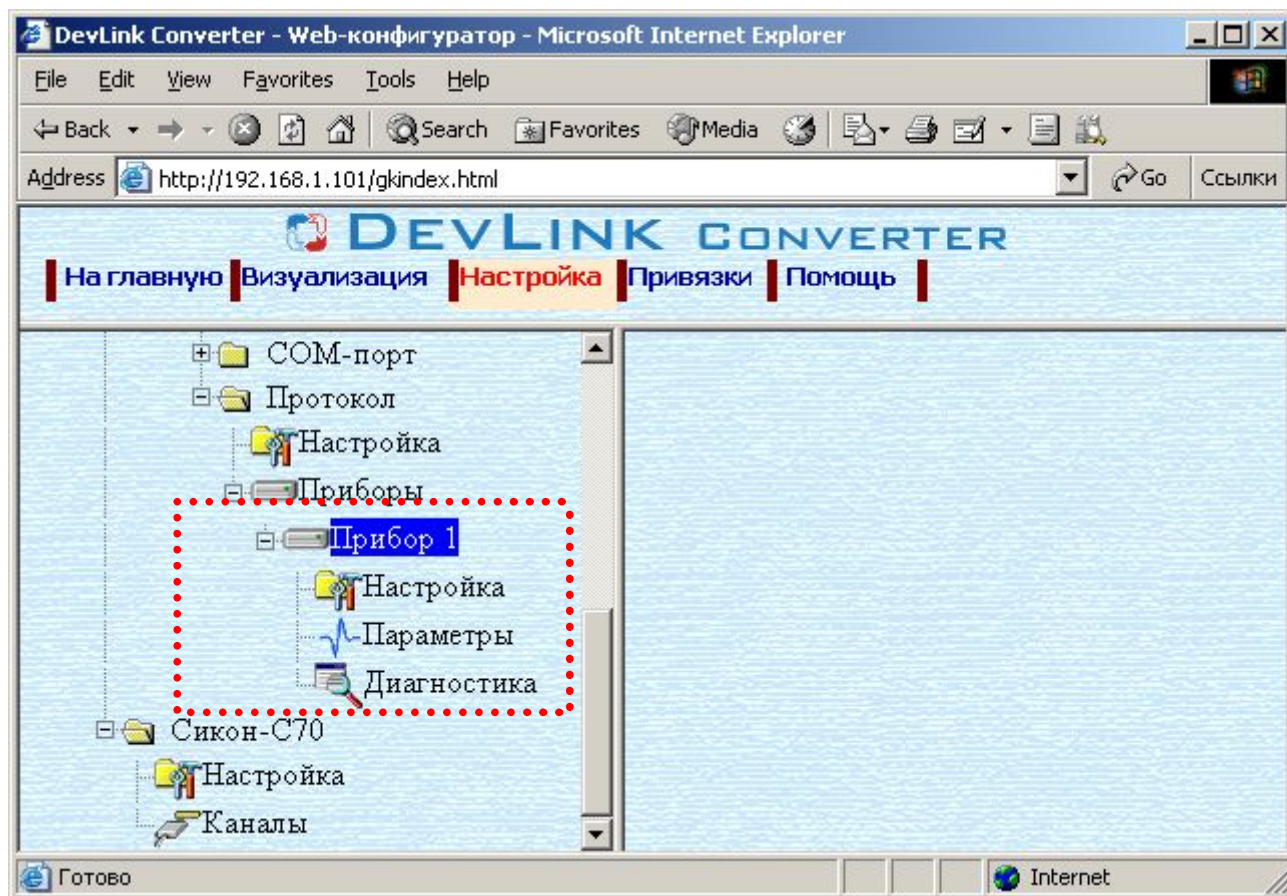

Рисунок 3.6 – Поддерево нового прибора в канале драйвера
- Нажмите на кнопку *«Добавить прибор»*. В результате будет произведено добавление нового устройства в канал. Дерево объектов будет обновлено. Папка *«Приборы»* канала драйвера должна содержать поддерево нового прибора (рисунок 3.6).